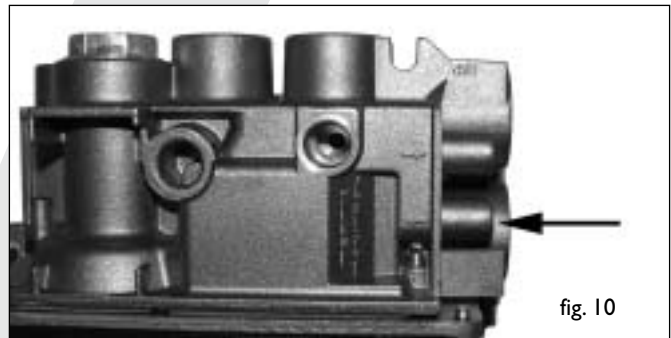

fig. 10
- Verifique a pré-pressão; ver na Fig. 10 os adaptadores para medição no bloco de regulação de gás;